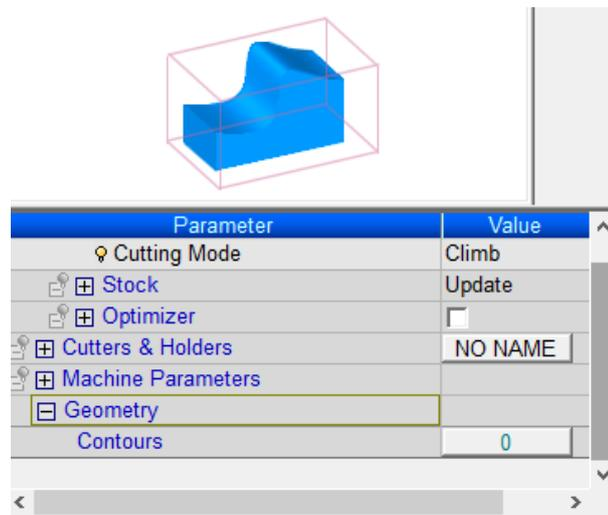
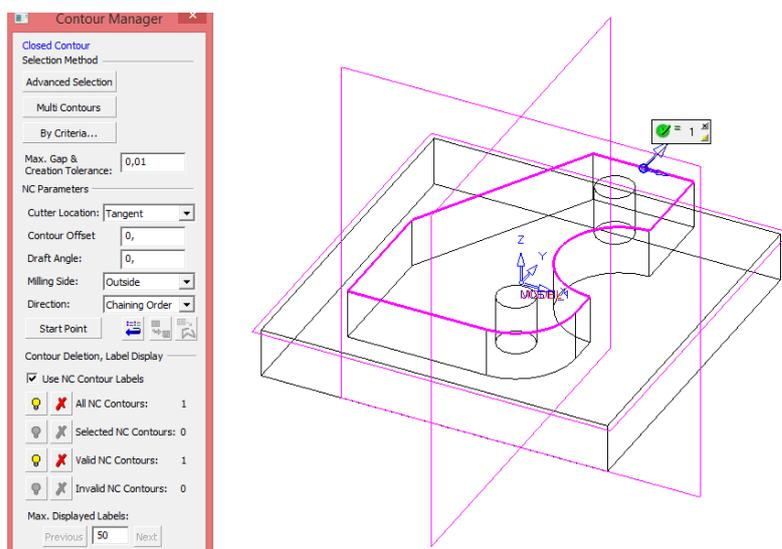
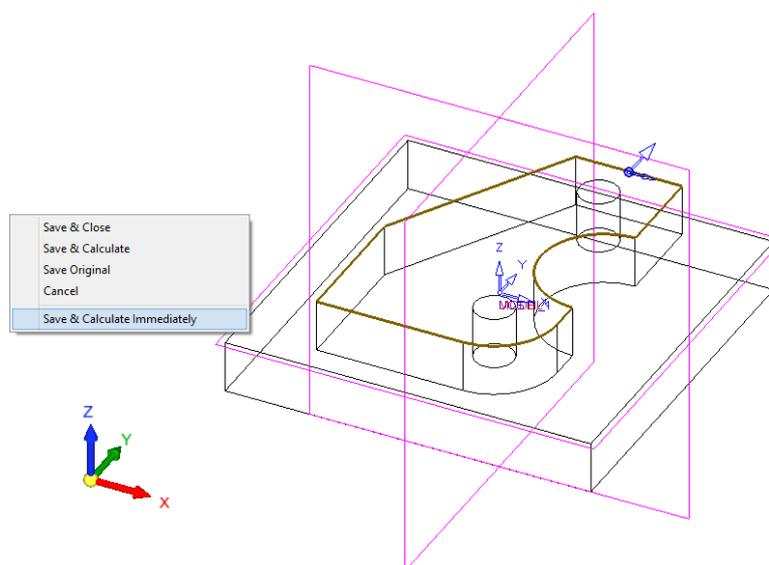

Рисунок 25 – Вкладка «Геометрия»
Рисунок 26 – Выбор контура чистовой обработки
Рисунок 27 – Кнопка «Сохранить и рассчитать немедленно»
3.7 Выполним моделирование чистовой обработки. Так же в пункте «Процедура» – «Главный выбор» «2,5 осевая» и «Дополнительный» «По закрытому контуру» (рисунок 23). Как и в шаге 3.6 установим верхние и нижние границы обработки по оси Z, а так же шаг, на который будет инструмент опускаться по оси Z (рисунок 24). Во вкладке *Геометрия* (рисунок 25) выберем контур чистовой обработки (рисунок 26). После этого, нажмем ПКМ и из контекстного меню выберем «Сохранить и Рассчитать немедленно» (рисунок 27). Результат расчета представлен на рисунке 28. Вид сверху с траекторией обработки представлен на рисунке 29.